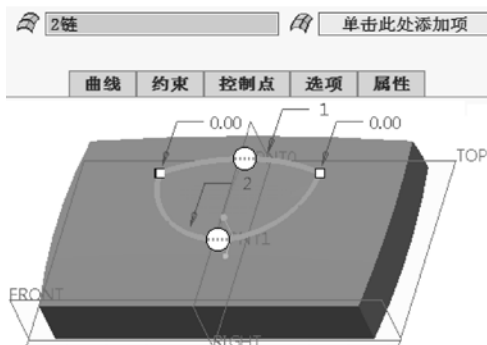

图 7-163 指定第一方向曲线
- 2 此时“边界混合”选项卡中“第一方向链收集器”处于被激活状态，在图形窗口中选择投影曲线 1，接着按住〈Ctrl〉键的同时选择投影曲线 2，如图 7-163 所示。